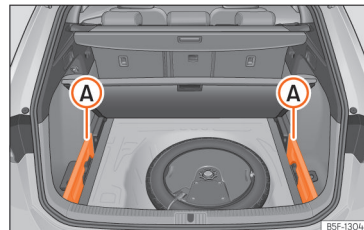

Abb. 181 Im Gepäckraum: Aufnahme zum Verstauen der aufrollbaren Abdeckung.
- Entfernen Sie die Abdeckungen links und rechts >>> (Abb. 181) (A).